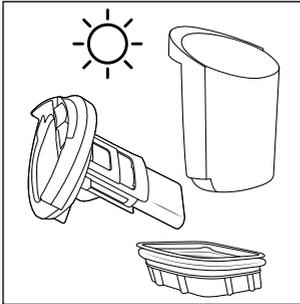

Fig. 27
- ◆ Laissez entièrement sécher le filtre à impuretés **10**, le réservoir d'eau sale **2** et le couvercle du réservoir d'eau sale **9** (voir fig. 27).